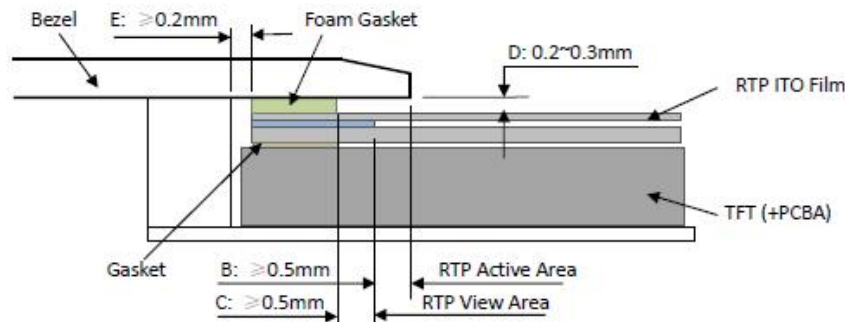

Figure 4
- It should bezel touching the RTP Active Area (A.A.) to prevent abnormal touch. It should left gap $D=0.2\sim0.3\text{mm}$ in between. (Figure 4)
It is suggested to protect those areas with gasket (between the bezel and RTP). The suggested figures are $B\geq 0.50\text{mm}$; $C\geq 0.50\text{mm}$. (Figure 4)
- The bezel side wall should keep space $E=0.2\sim0.3\text{mm}$ from the RTP. (Figure 4)
- 为避免面框直接压在动作区 (A. A.) 上造成误动作，面框与电阻触摸屏 (RTP) 之间应留有一定的空隙 $D=0.2\sim0.3\text{mm}$ 之间。（附图 4）
- 设计面框时，要注意用面框保护触摸屏四周的非保证操作区域，因为布线区域在此处形成一台阶，在此区域附近操作时 ITO Film 变形较大，容易导致 ITO 损坏而降低寿命。为保护 RTP 和避免误操作，在 RTP 与面框之间垫缓冲物（Gasket），我们建议设计面框应覆盖动作区的边缘，面框边缘到 V. A. 区的距离 $B\geq 0.50\text{mm}$ ；垫圈内边缘到 V. A. 区的距离 $C\geq 0.50\text{mm}$ 。（附图 4）
- 在设计面框与 RTP 组装时，应考虑到面框内侧与 RTP 外侧的间距 $E\geq 0.2\text{mm}$ 。（附图 4）